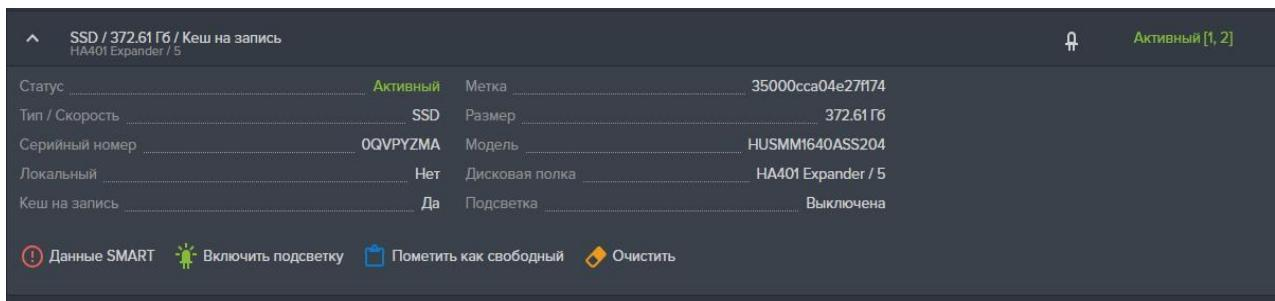

Рисунок 44 – Удаление дисков из кэша на запись
3. Нажмите на кнопку «Пометить как свободный» (см. Рисунок 44).